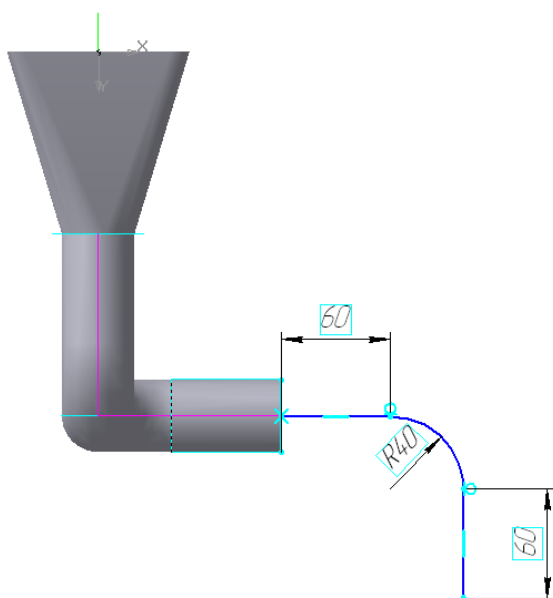

Рис. 27
- Выполните третий элемент цилиндрической части короба аналогично предыдущему. Траектория перемещения сечения расположена в нормальной плоскости параллельно плоскости **ZY** (ориентация – вид слева), рис. 27, 28